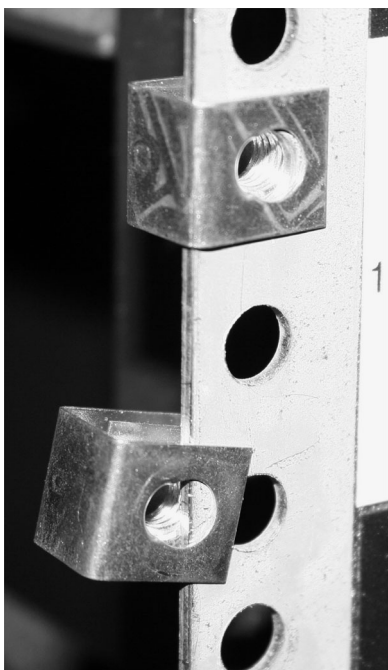

図 13. クリップの位置決め
2. 4 個の「C」クリップを、ラックのマウント・バーで位置決めします。44 ページの図 13 を参照してください。